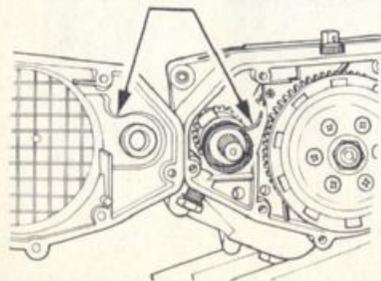

FIG. 48 Montaggio gruppo avviamento
- 18) MONTARE il gruppo avviamento curando d'innescare l'ancoraggio della molla sul mozzo del coperchio (vedi fig. 48).